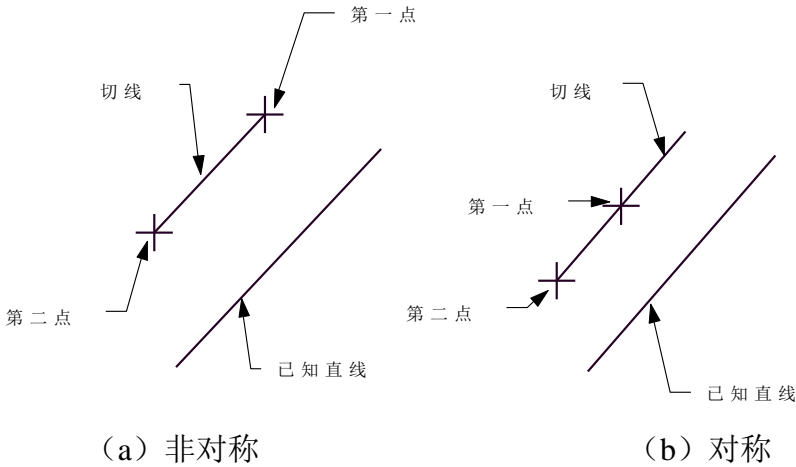

图 2-13 直线的切线
- 2) 单击立即菜单中【非对称】，该项内容切换为【对称】，这时选择的第一点为所要绘制直线的中点，第二点为直线的一个端点，见图 2-13 (a)、2-14 (b)。
- 4) 拾取一条已知曲线，命令行提示【输入点】，在给定位置输入第一点，提示又变为【第二点（切点）或长度】，此时，再移动光标时，一条过第一点与已知直线段平行的直线段生成，其长度可由鼠标或键盘输入数值决定。图 2-13 (a) 为本操作的示例。